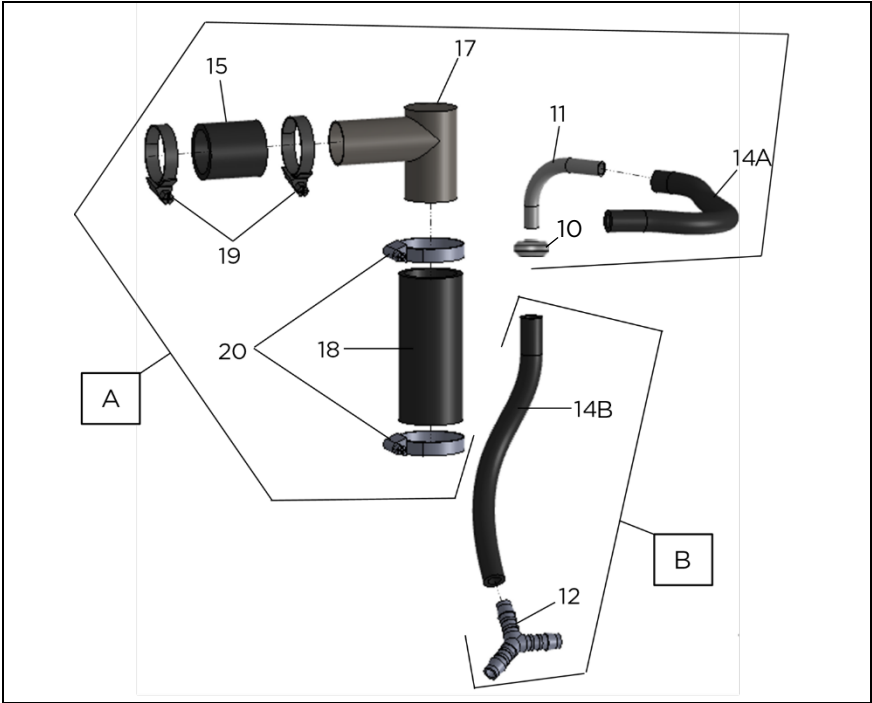
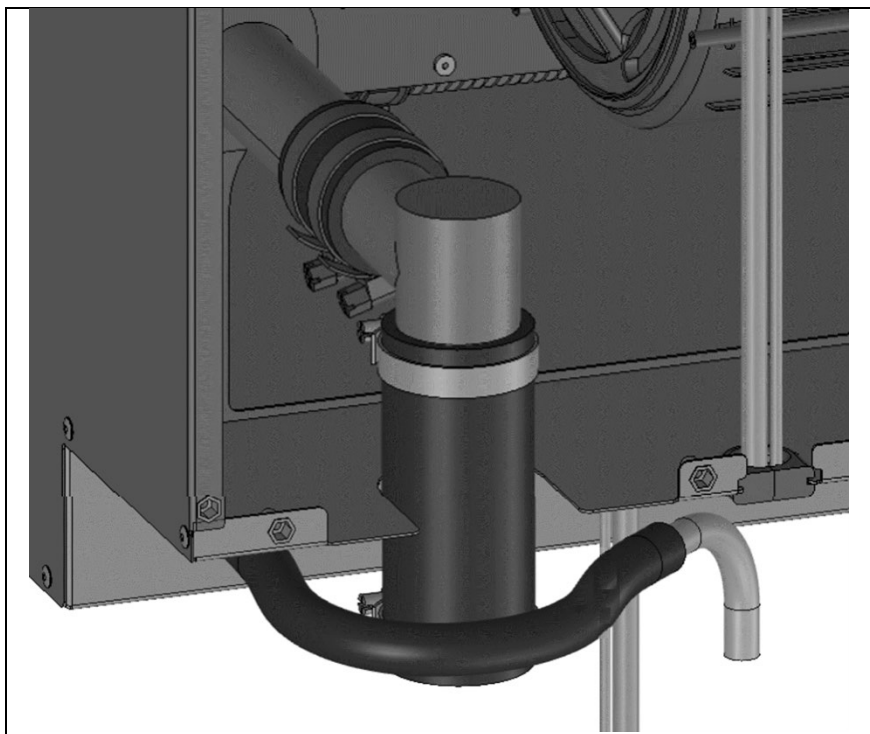
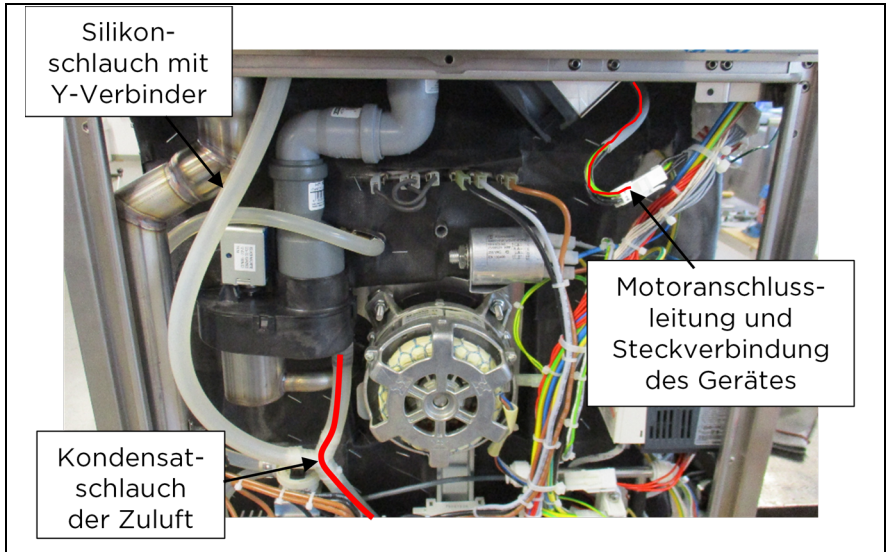

Abb. 10: Vorbereitung Montage Verrohrung
Abb. 11: Montage Komponentengruppe A (Abb. 10) in Haube
Abb. 15: Kondensatschlauch und Motoranschlussleitung mit Gerät verbinden
8. Zur vereinfachten Montage der Verrohrung am Gerät, muss nun der Schlauch (Pos. 15), sowie die beiden Schlauchklemmen (Pos. 19) mit dem Reduzierwinkel (Pos. 17) verbunden werden. Diesen Montageschritt nun für den Silikonschlauch (Pos. 18), mit den beiden Schlauchklemmen (Pos. 20) an dem offenen Anschluss des Reduzierwinkels (Pos. 17) wiederholen. Des Weiteren muss das Y-Verbindungsstück (Pos. 12) mit dem Silikonschlauch (Pos. 14B) zusammengesteckt werden. Dieser Montageschritt ist nun für den zweiten Silikonschlauch (Pos. 14A) mit dem Zulaufrohr Kondensat (Pos. 11) und der Dichtungsdurchführung (Pos. 10) zu wiederholen (Abb. 10).
9. Zusammenführen der vormontierten Komponentengruppe A (Abb. 10) an der Haube und durchführen der Motoranschlussleitung (Pos. 27), sowie der Anschlussleitung des Differenzdrucksensors durch die Gehäusedurchführung Silikon (Pos. 28). Hierbei muss darauf geachtet werden, dass die Motoranschlussleitung (Pos. 27), sowie die Anschlussleitung des Differenzdrucksensors bei den folgenden Montageschritten nicht beschädigt, gequetscht oder auf Zug belastet wird (Abb. 11).
- Die Komponentengruppe B (Abb. 10), bestehend aus dem Silikonschlauch (Pos. 14) inklusive Y-Verbindungsstück (Pos. 12), wird nun mit dem Zulaufrohr-Kondensat (Pos. 11) verbunden. Jetzt den Kondensatschlauch der Zuluft 120 mm unterhalb der Zuluftanbindung trennen und das Y-Stück an dieser Stelle integrieren. Außerdem die Motoranschlussleitung (Pos. 27) mit dem Gerät verbinden (Abb. 15).